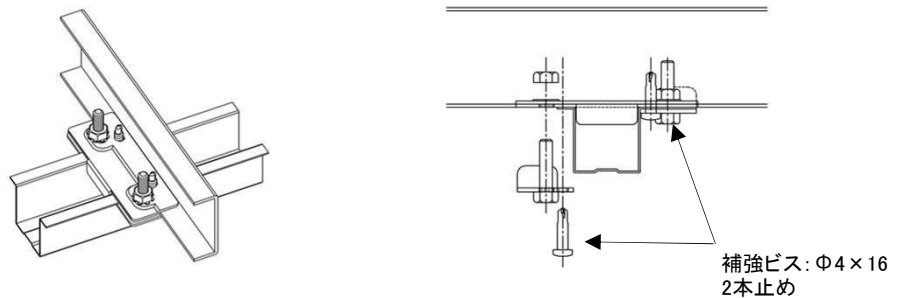

図 2-13 ブレース下部廻りクリップ滑り補強
- ・ クリップ所定の孔2ヶ所にビス2本止めするだけで地震時の水平力に対するクリップ滑り対策が出来ます。(野縁・野縁受け両方向) (図2-13参照)